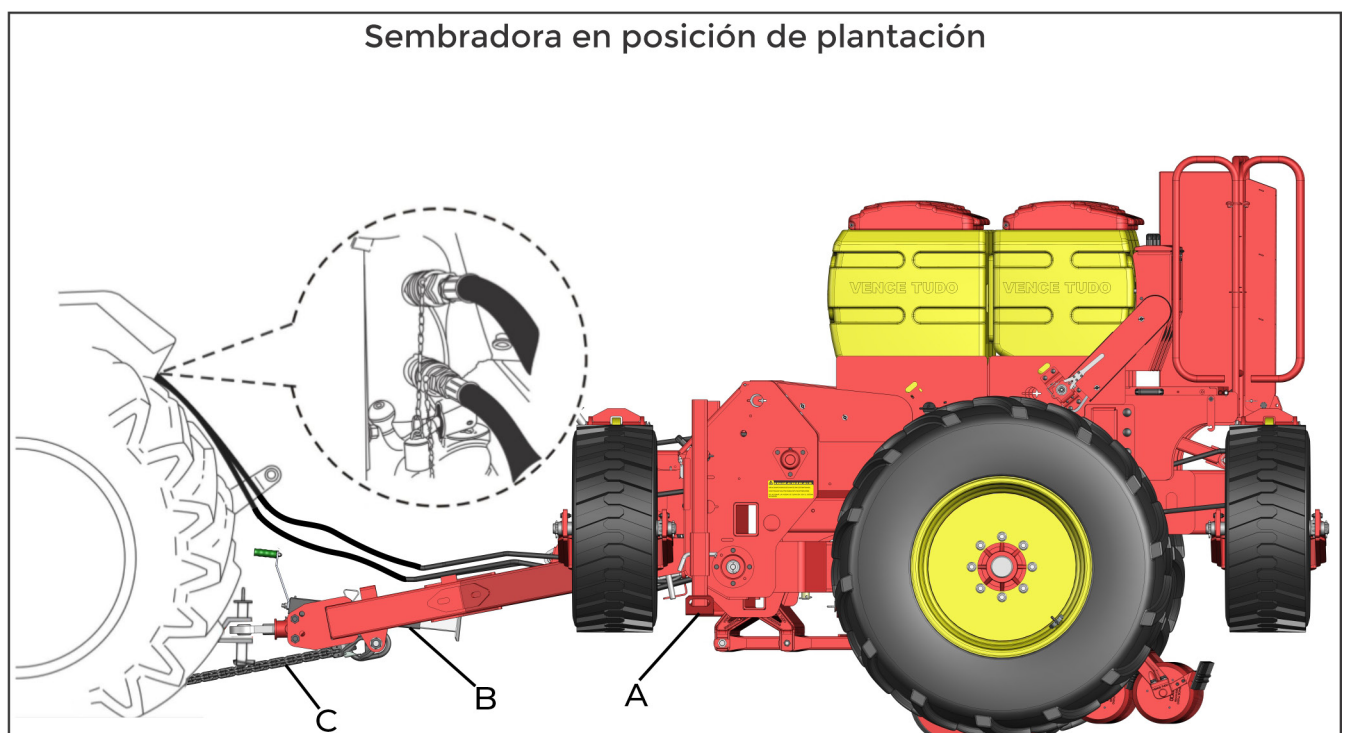

fig. 08
- Colocar la sembradora en posición de plantación realizando la nivelación a través del tercer punto y el pie de apoyo auxiliar (B) (fig. 08);
- Fijar la cadena (C) (fig. 08) del cabezal;
- Colocar el pie de apoyo (A) y el pie de apoyo auxiliar (B) (fig. 08) en la posición de transporte.